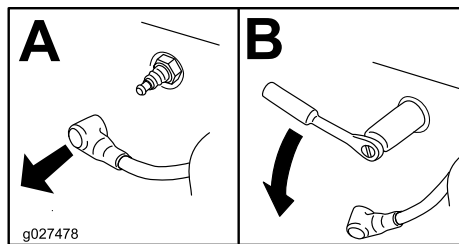

Figura 47
3. Rimuovete la candela come illustrato nella Figura 47.